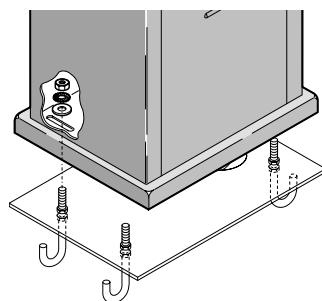

Fig. 7
- Retirer le carter protecteur (fig. 2-rep. 2) et placer le motoréducteur sur la plaque de fondation. Monter, sans les serrer, la rondelle plate, la rondelle grower et l'écrou comme indiqué fig. 7.